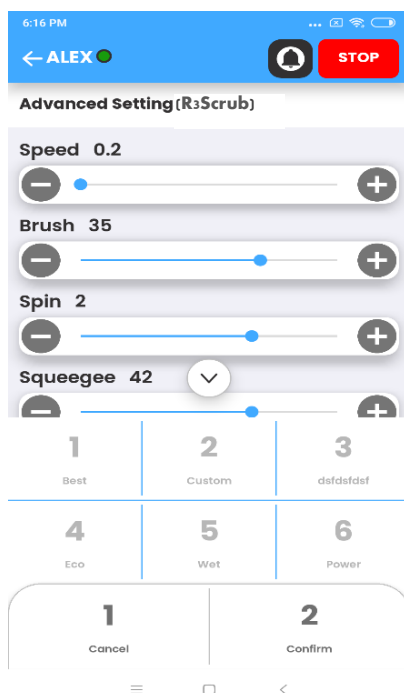
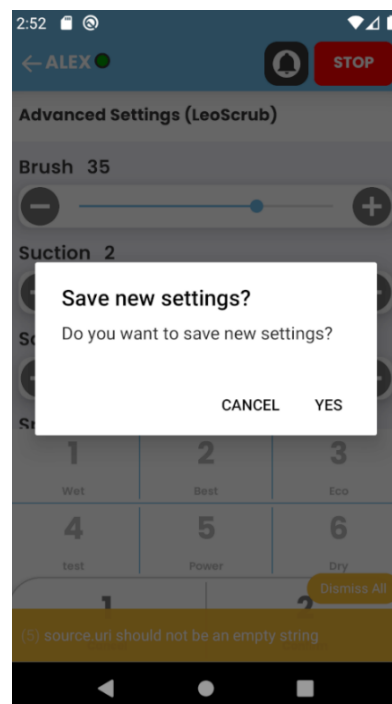

Fig. 7
Fig. 9
7. Pour modifier les paramètres de nettoyage, cliquez sur le bouton " Paramètres " pour ouvrir la page des paramètres de nettoyage avancés. Réglez les valeurs des différents paramètres de nettoyage (pression de la brosse, débit d'eau, pression de la raclette, puissance d'aspiration, vitesse d'essorage de la brosse, vitesse du robot et chevauchement de la trajectoire de nettoyage) comme vous le souhaitez (Fig. 7 & 8) et enregistrez les réglages (Fig. 9).